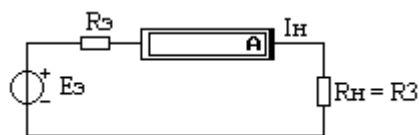

Рисунок 3
6. Для определения тока нагрузки $I_H=I_3$ в схеме (рисунок 1) **методом эквивалентного генератора напряжения** собрать схему электрической цепи (рисунок 3).